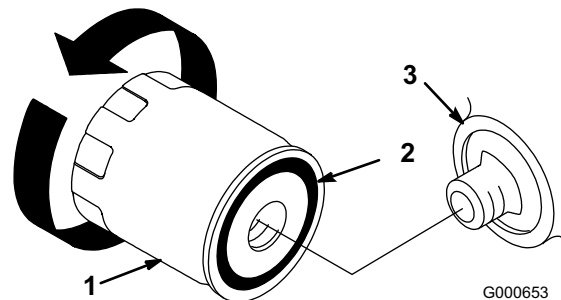

Figura 22
7. Retire el filtro usado y limpie con un paño la superficie de la junta del adaptador del filtro (Figura 22).
10. Aplique una capa fina de aceite nuevo a la junta de goma del filtro nuevo (Figura 22).
agujas del reloj hasta que la junta de goma entre en contacto con el adaptador del filtro, luego apriete el filtro media vuelta más (Figura 22).